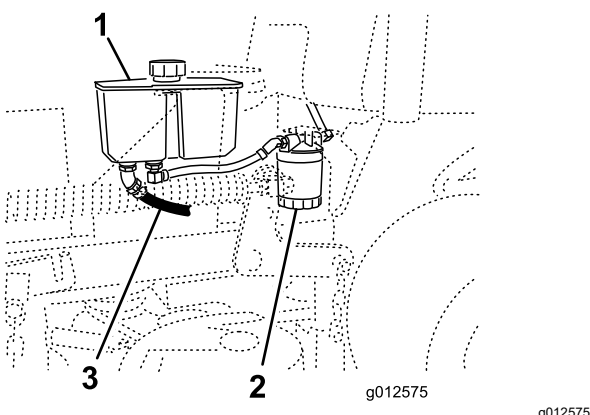

Figura 72
4. Localice el manguito hidráulico delantero, debajo del depósito de aceite, y coloque un recipiente debajo del depósito (Figura 72).